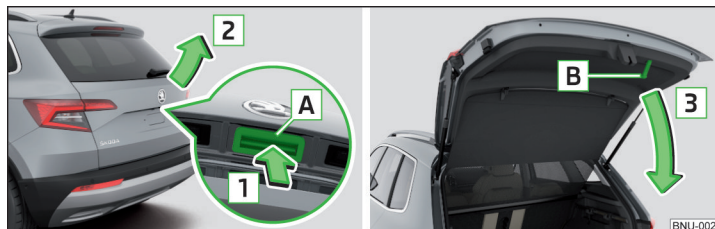

Fig. 54 **Ouverture/fermeture du capot du coffre à bagages**
- ▶ Pour **ouvrir** le coffre, appuyez sur le bouton **A** dans le sens de la flèche **1** » fig. 54.
Le bouton **A** » fig. 54 est désactivé pendant la conduite ou à partir d'une vitesse supérieure à 5 km/h. La touche est réactivée après l'arrêt du véhicule et l'ouverture d'une porte.